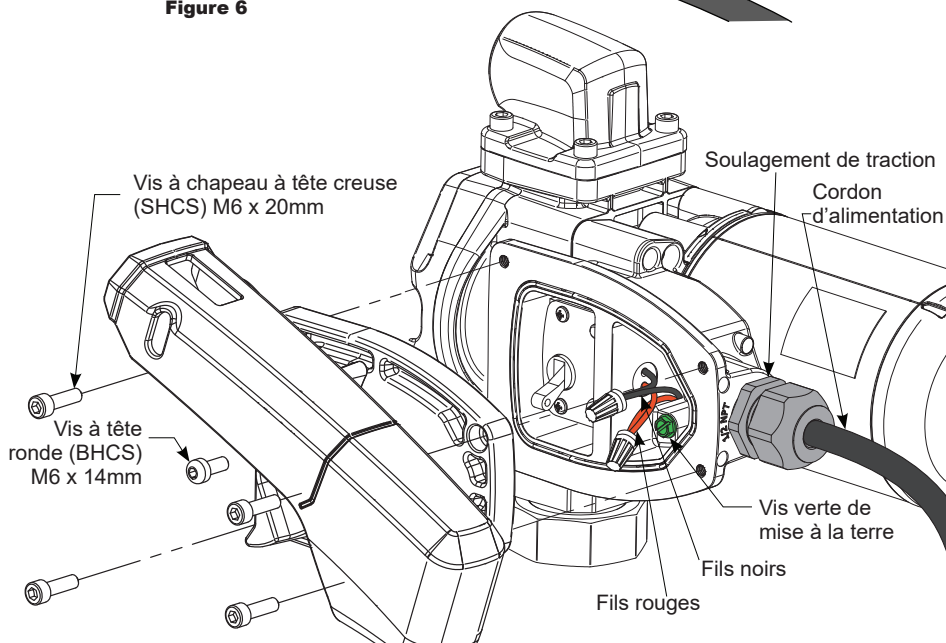
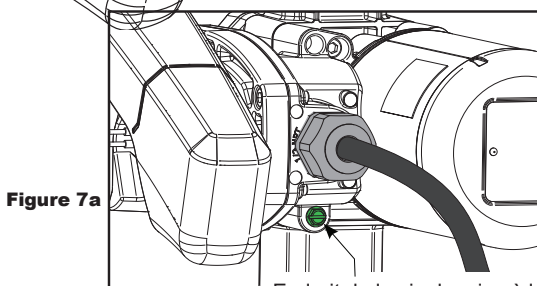

Figure 7
Figure 7a
Pour installer le cordon d'alimentation, enlever les (4) vis à chapeau à tête creuse (SHCS) M6-1.0 x 20mm et le couvercle électrique (voir figure 7).
Insérez le cordon d'alimentation au travers du raccord NPT de 1/2 pouce à l'arrière de la pompe (voir figure 7). À l'aide de capuchons de connexion, brancher le fil noir avec le fil noir et le fil rouge avec le fil rouge dans la cavité électrique de la pompe. Placez les fils à l'intérieur de la cavité électrique et bien serrer la prise de soulagement de traction. Assurez-vous que les surfaces soient propres. Réinstallez le couvercle électrique et le levier de l'interrupteur et serrez fermement.
Un raccord de mise à la terre est fourni. Il est identifié comme une vis à tête cylindrique verte dans la cavité électrique (voir figure 7): une mise à la terre externe peut être utilisée à la place. Lors de l'utilisation d'une mise à la terre externe pour le G20-012PO/B08 (Zone 1 ou 2), l'installateur **doit** utiliser un fil de mise à la terre avec une section transversale minimale de 4mm². Pour utiliser une mise à la terre externe, enlevez la vis de mise à la terre verte de la cavité électrique et installez dans l'endroit illustré (voir figure 7a).